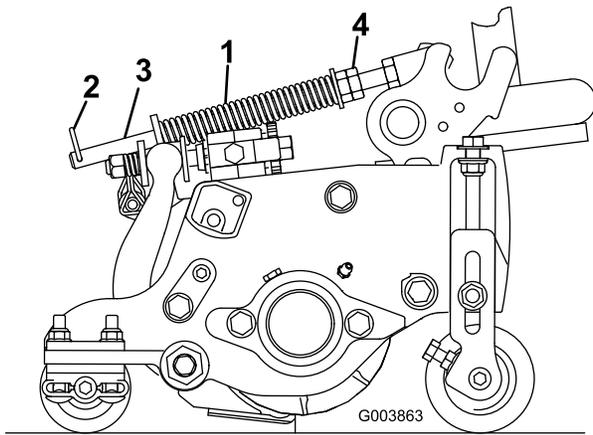

Figura 14
El muelle de compensación del césped (Figura 14) transfiere peso del rodillo delantero al trasero. (Esto ayuda a reducir el patrón de ondulación en el césped.)
1. Asegúrese de que el pasador de horquilla está instalado en el taladro del extremo de la varilla (Figura 14).
2. Apriete las tuercas hexagonales de la sección delantera de la varilla del muelle hasta que la longitud del muelle comprimido sea de 12,7 cm en el Reelmaster 5210 y 5410 (unidades de corte de 5 pulgadas), y de 15,9 cm en el Reelmaster 5510 y 5610 (unidades de corte de 7 pulgadas) (Figura 14).